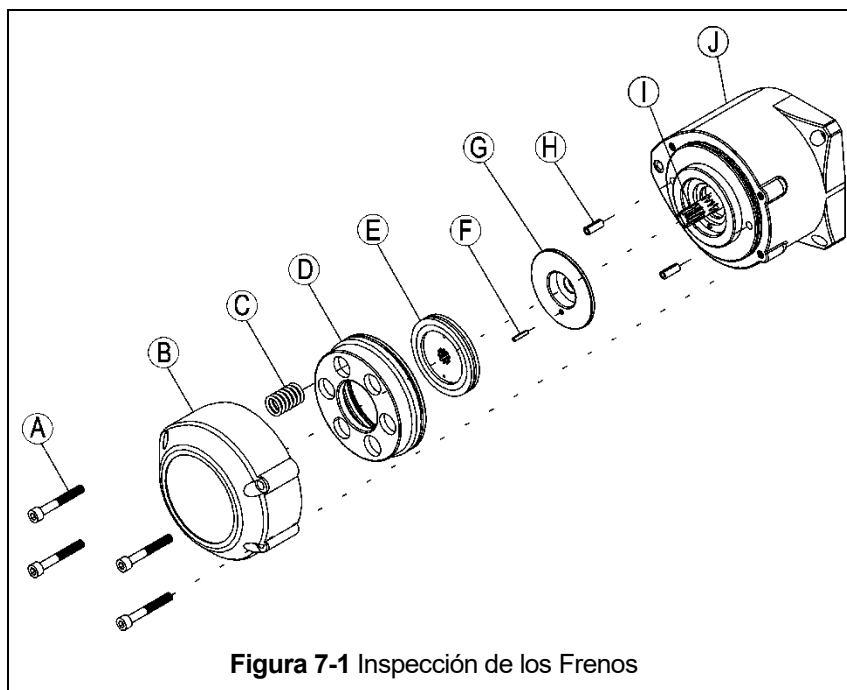

Figura 7-1 Inspección de los Frenos
- 7.1.3 A continuación, se describe el procedimiento de inspección del freno del polipasto/tecle. Consulte la Figura 7-1.